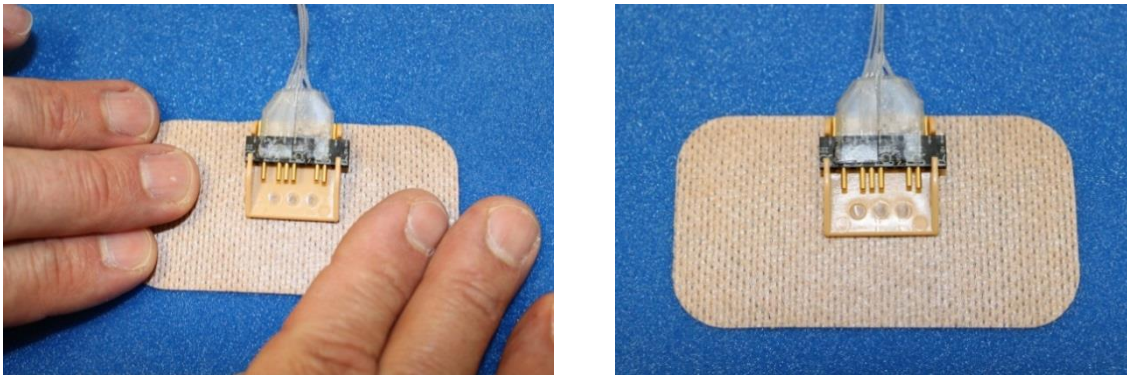

Figura 20
7. Presione cuidadosamente el nuevo soporte del conector sobre la piel (Figura 20).